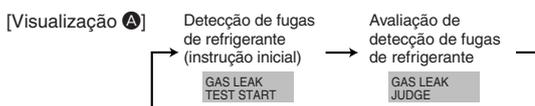

Fig. 8-2
- ② Prima o botão **CLOCK** e seleccione **[GAS LEAK TEST START]** (Iniciar teste de fuga de gás). (Fig. 8-2)